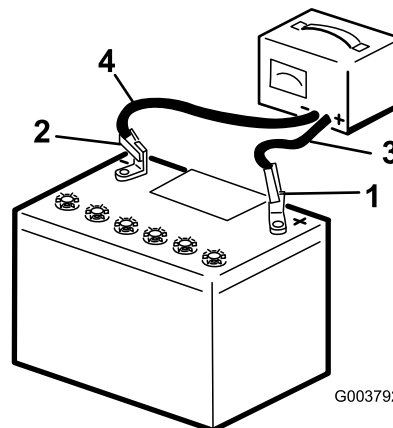

Bild 39
- Laden Sie die Batterie mit drei bis vier Ampere für vier bis acht Stunden auf (Bild 39). Überladen Sie die Batterie nicht.
- Wenn die Batterie voll geladen ist, ziehen Sie den Stecker des Ladegeräts aus der Dose. Klemmen Sie dann die Klemmen des Ladegeräts von den Batteriepolen ab (Bild 39).